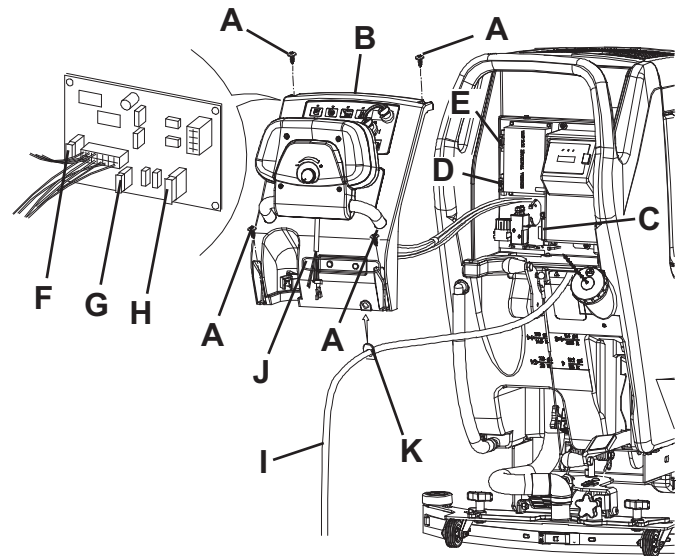

Рис. 11
1. Отсоедините соединитель аккумуляторной батареи (12).
2. Уберите в сторону шланг слива отработанной воды (16).
3. Снимите кабель зарядного устройства аккумуляторной батареи (I, Рис. 11), если он установлен, с держателя (J).